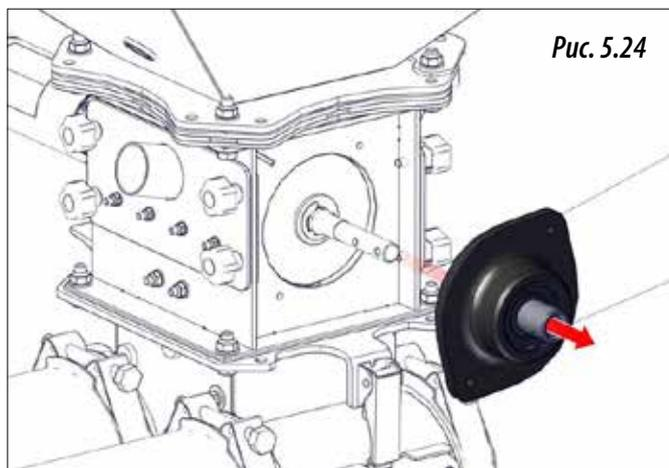
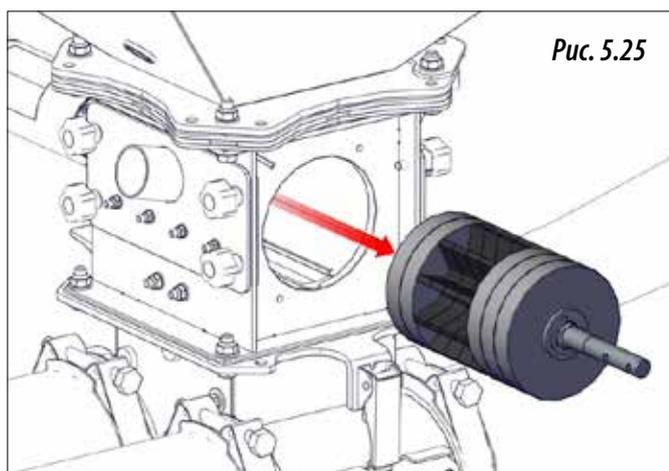

Рис. 5.24
Рис. 5.25
- 7- Снимите боковую опору (рис. 5.24) и извлеките ролик (рис. 5.25),